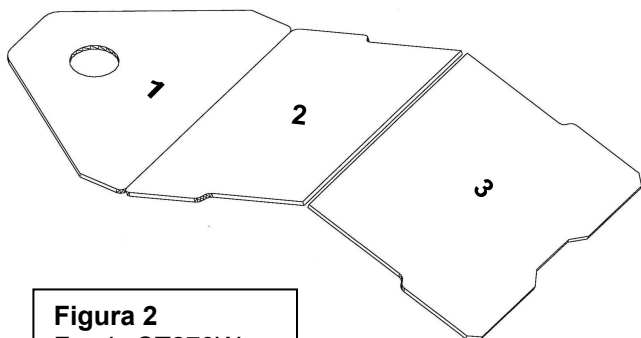

Figura 2
- 1 - Posicionar el fondo respetando el orden indicado en la figura 2 ó 3 según el modelo: